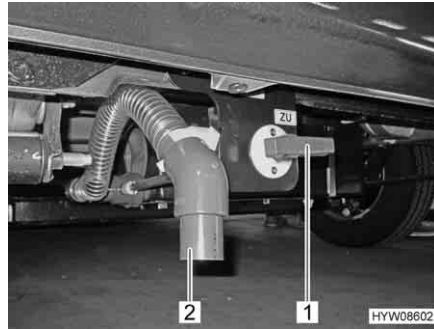

Fig. 66 Leva di comando e tubo di scarico (serbatoio delle acque grigie)
La leva di comando (Fig. 66,1) per lo scarico delle acque grigie è montata accanto al tubo di gomma per lo scarico (Fig. 66,2) sulla parte posteriore del veicolo.
- Staccare il tubo di gomma per lo scarico (Fig. 66,2) dal supporto.
- Aprire il rubinetto di scarico. A questo scopo ruotare la leva di comando (Fig. 66,1) del rubinetto di scarico in senso orario di un quarto di giro. Le acque grigie vengono scaricate.
- Dopo la completa fuoriuscita delle acque grigie, richiudere il rubinetto di scarico. A questo scopo ruotare la leva di comando (Fig. 66,1) del rubinetto di scarico in senso antiorario di un quarto di giro.